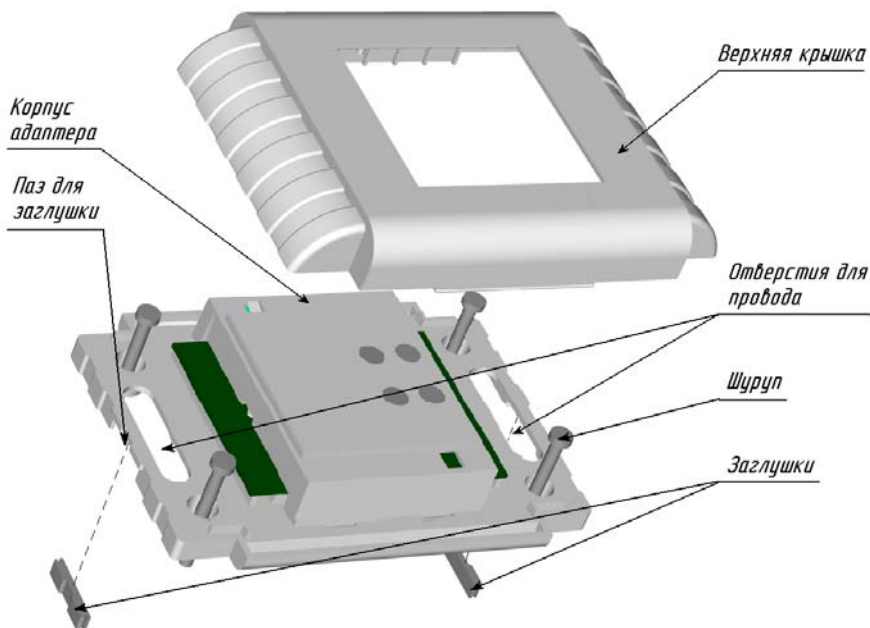
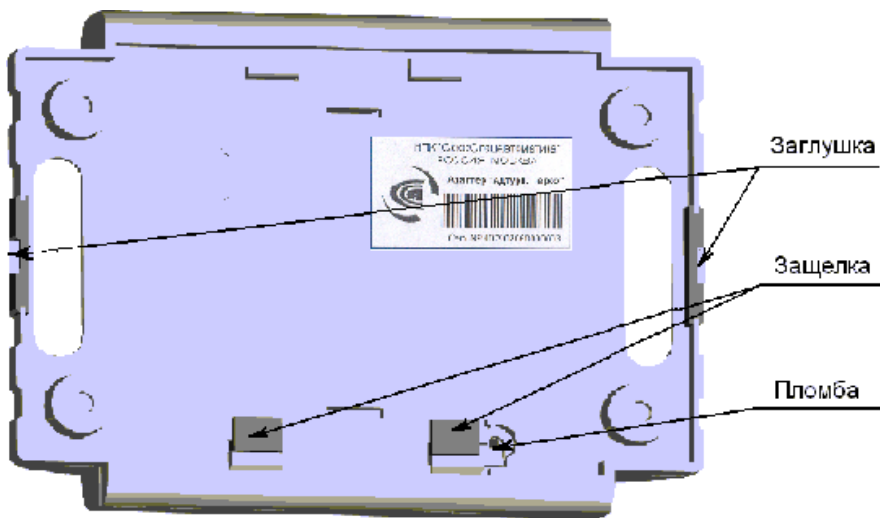

Рисунок 4 – Крепление адаптера (клеммы условно не показаны)
Рисунок 5 - Внешний вид адаптера (обратная сторона)
ВНИМАНИЕ! Для предотвращения случайного открытия корпуса и последующего разрушения пломбы, не следует вынимать предохранительные защелки, расположенные с обратной стороны корпуса (см. рисунок 5). Разрушение пломбы ведет к снятию с гарантии.
4.2.1 Снять с адаптера верхнюю крышку (см. рисунок 4).
- в случае, если провода подходят сбоку адаптера (например, из короба или гофрированного шланга), снять заглушки (см. рисунок 4, рисунок 5);
- через отверстия для проводов (если провода идут из стены) или через пазы для заглушек и отверстия для проводов (в случае, если провода подходят сбоку) (см. рисунок 4), протянуть провода к корпусу адаптера;